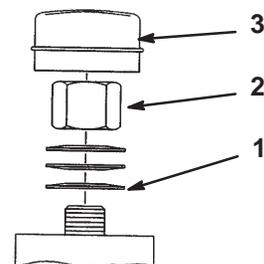

Figure 56
- Retirez le capuchon anti-poussière de la roue et serrez le contre-écrou (Fig. 56).
- Continuez de le serrer jusqu'à ce que les rondelles élastiques soient aplaties, puis desserrez-le de 1/4 de tour pour obtenir la précharge correcte des roulements (Fig. 56).
Important Veillez à installer les rondelles comme illustré à la Figure 56.